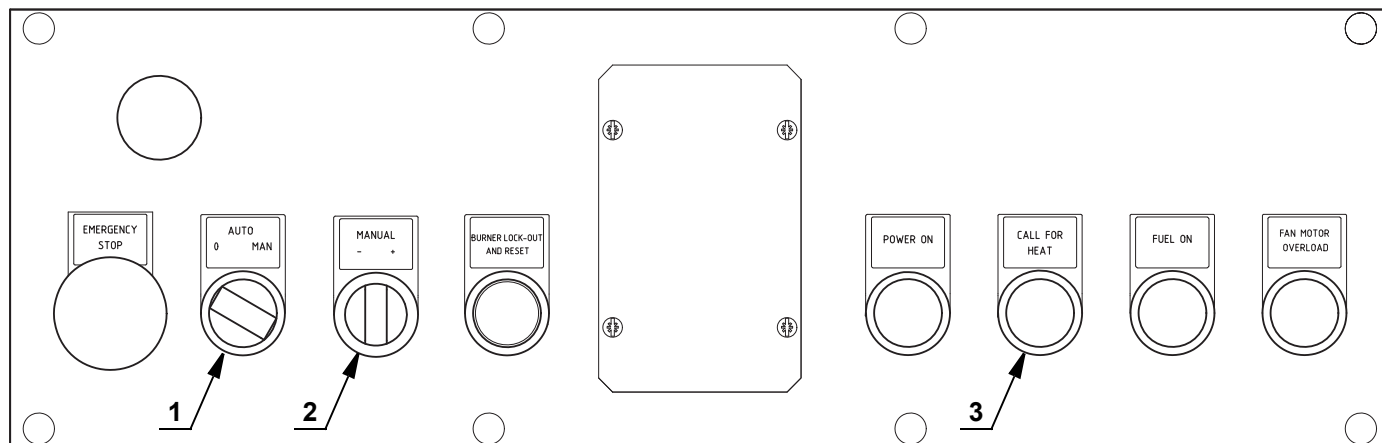

Fig. 27
Cerrar los mandos a distancia y posicionar el selector 1)(Fig. 27) en la posición “AUTO”.
Cuando se cierra el termostato límite (TL), se debe encender la señalización de solicitud de calor “CALL FOR HEAT” 3)(Fig. 27) y el quemador comienza el ciclo de arranque.
Girar el selector 2)(Fig. 27 en la pag. 24) "disminución potencia" y mantenerlo girado hacia el "-" hasta que el servomotor cierre el registro de aire y la válvula de mariposa del gas a 25° (regulación efectuada en fabrica).
El paso de una posición a la siguiente se obtiene manteniendo presionado el selector 2)(Fig. 27 en la pag. 24) en el símbolo "+" o "-".